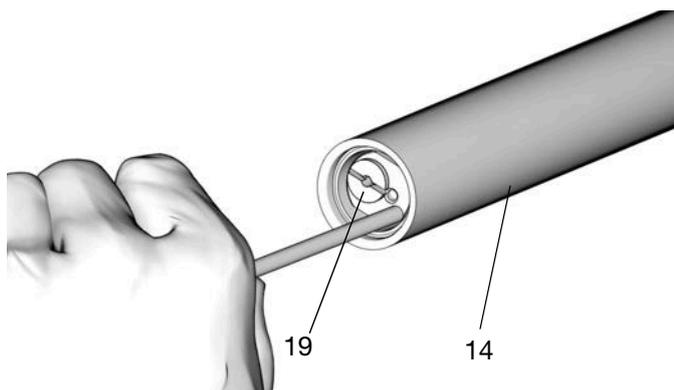

FIG. 26
24. Utilizzare un'asta lunga e liscia in alluminio o in ottone, senza bordi affilati e bave per spingere il gruppo valvola di ritegno (19) fuori dal tubo di uscita (14) (FIG. 26).